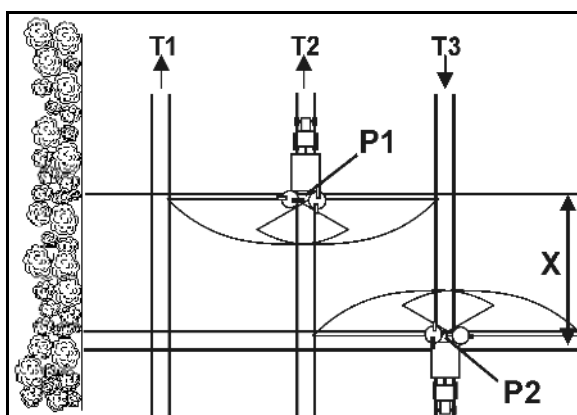

Fig. 46
- ouverture des clapets de fermeture après l'engagement dans la voie jalonnée au point P1 (Fig. 46) lorsque les disques d'épandage du parcours X sont éloignés de la voie jalonnée de la tournière.
- fermeture de la trappe avant la sortie de la voie jalonnée au point P2 (Fig. 46) lorsque les disques d'épandage se trouvent à hauteur de la première voie jalonnée de la tournière.